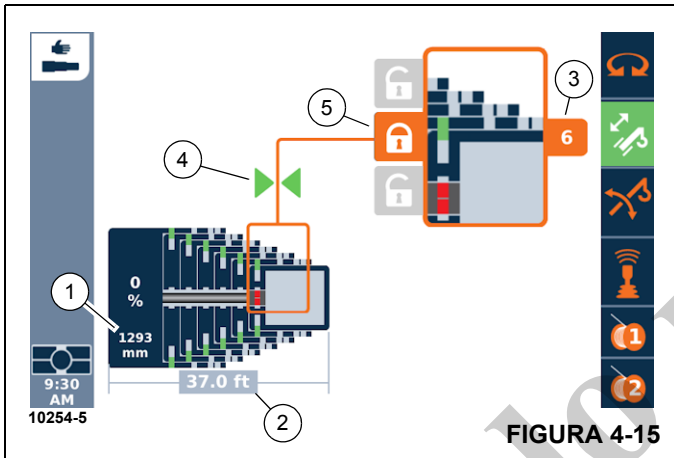

FIGURA 4-15
La pantalla (1, Figura 4-15) muestra la distancia de extensión del cilindro telescópico, por ejemplo, 1293 mm.
- La pantalla (3, Figura 4-15) muestra la sección telescópica correspondiente, por ejemplo, sección telescópica 6.
- La pantalla (4) muestra una o dos flechas, dependiendo de la distancia hasta el punto de bloqueo. La pantalla (4) mostrará dos flechas y el símbolo de bloqueo de la pantalla (5) aparecerá de color naranja cuando el cilindro telescópico esté en el punto de bloqueo.